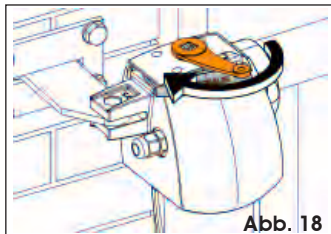

Abb. 18
3. Den Schlüssel in Pfeilrichtung drehen (Abb. 18): Der Entriegelungshebel öffnet sich leicht, um das Eingreifen zu erleichtern.